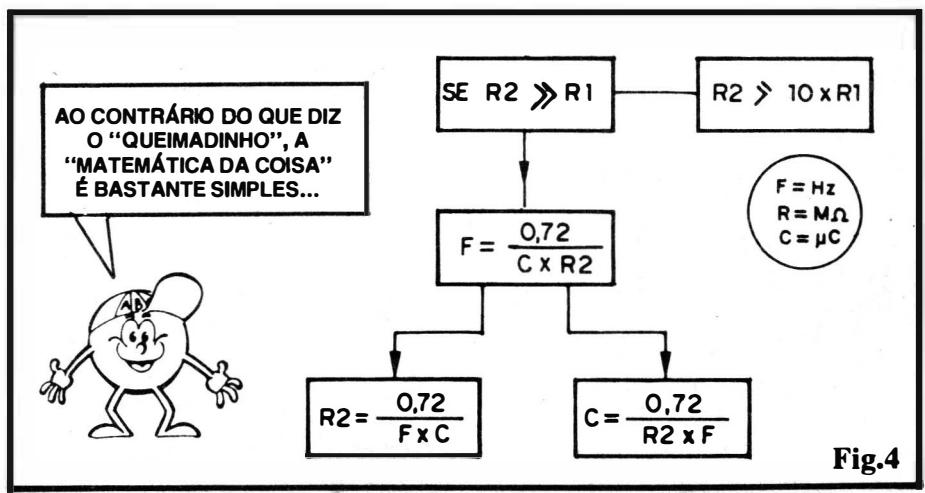

Fig.4
**- FIG. 4 - AS FÓRMULAS SECUNDÁRIAS DO ASTÁVEL** - Nas estruturas matemáticas mostradas em 2-A e 2-B vimos como calcular **uma** das "incógnitas" ou grandezas envolvidas no funcionamento do ASTÁVEL, ou seja: a FREQUÊNCIA (desde que previamente conhecido os valores de R e de C...). Na prática, con-
fosse num dispositivo de PRECISÃO, esse diferencial seria inaceitável... É possível, contudo - de maneira simples e direta - "interferir" levemente com a Frequência, de modo a "sintonizá-la" ou "acertá-la" com grande precisão, justamente usando o tal pino da Tensão de Controle (5), aplicando-lhe um nível de "voltagem" externo ajustado com "detalhes" através de um potenciômetro ou trim-pot! Com a estrutura mostrada na fig. 6, anexada ao esquema básico da fig. 5 (no caso, aquele capacitor de 10n ao tal pino 5 pode ser desprezado...), um cuidadoso ajuste no trim-pot de 100K, "ensanduichado" entre os dois resistores de 33K (respectivamente ao positivo e ao negativo das linhas de alimentação...) permitirá, após algumas tentativas e "conferências", fazer com que o ASTÁVEL gere exatamente 60 pulsos luminosos em 1 minuto (usem o relógio, para conferir...), determinando o que se chama de "ajuste fino" da Frequência, levando sua precisão a níveis bem mais aceitáveis para aplicações que - eventualmente - demandem tal exatidão! Já deve ter ficado claro ao Leitor/"Aluno" atento e aplicado (em vista das "Lições" dadas sobre a estrutura interna do 555 - vejam também a "Aula" anterior), a razão dessa modificação da Frequência básica, através da Tensão de Controle externamente aplicada, que altera a referência oferecida à Entrada Inversora de um dos Amp.Ops. comparadores contidos no interior do 555, modificando assim o "momento" em que o dito cujo reconhecerá um nível suficiente para promover a transição do flip-flop intrínseco (revejam a fig. 4 e texto anexo, referente à "Lição" Teórica da "Aula" nº 17 do ABC...).